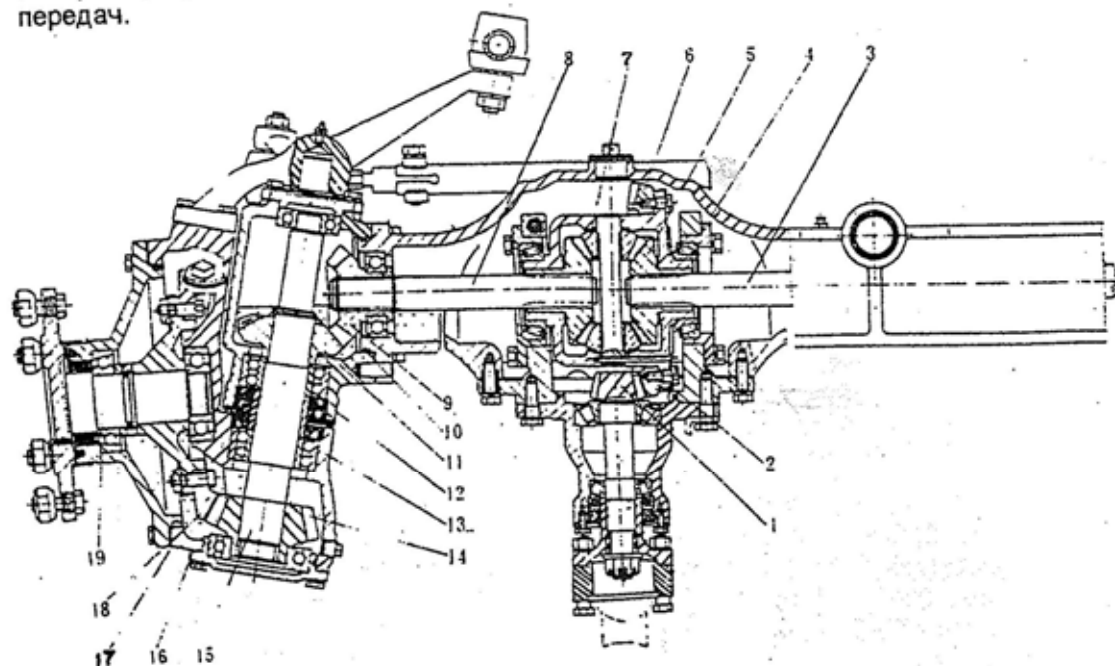

Рис. 3-18.
Структура переднего ведущего моста показана на рис. 3-18. От передних центральных конических шестерней диска (1) к переднему ведущему валу (19) имеются три пары сцепленных конических шестерней. Следы сцепления каждой пары сопряженных зубчатых колес должны быть отрегулированы к середине зуба шестерни слегка ближе к меньшему концу.